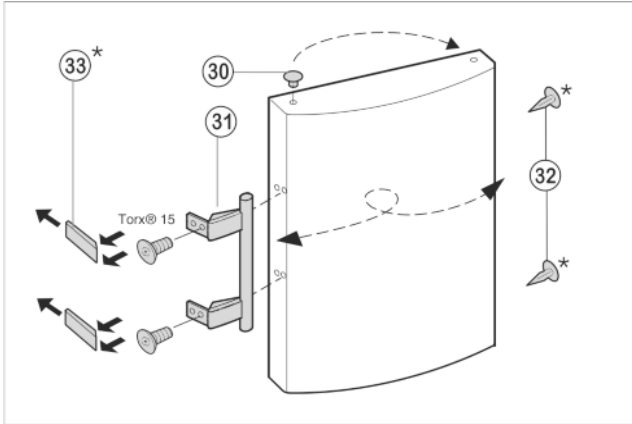

Fig. 8
- ▶ Enlever le bouchon Fig. 8 (30) du coussinet de la porte et le mettre de l'autre côté.
- ▶ Démontez la poignée de porte Fig. 8 (31), le bouchon Fig. 8 (32) et les plaques d'appui Fig. 8 (33) puis les repositionnez sur le côté opposé.